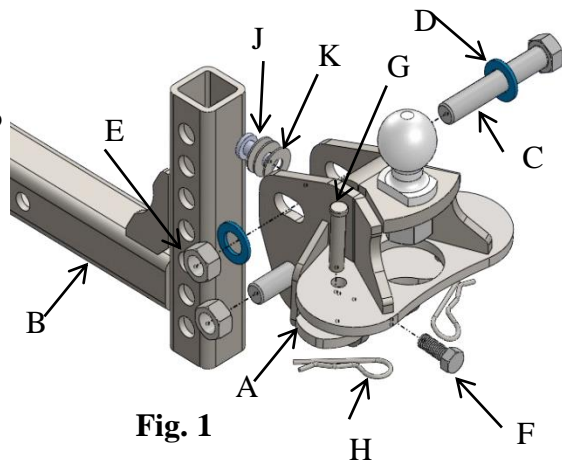

Fig. 1
• Inserte las barras de resorte dentro del montaje de la esfera (A) y asegure con pasador (G) y clip (H). Aplique un lubricante en las barras de resorte a medida que las inserta en el montaje esférico.
• Con el remolque acoplado a la esfera y el remolque en nivel de configuración (use el gato de remolque para nivelar) el ajuste del ángulo en el montaje esférico debe tener la barra de resorte 3" por debajo de la almohadilla de fricción para el sistema de 400 lb. y 4" por debajo de la almohadilla de fricción para el sistema de 600 lb. (Ver Fig. 5) Si es necesario agregue o quite arandelas (K) como aparece en la Fig. 1 para obtener la dimensión necesaria. Cada arandela agregada bajará las barras de resorte aproximadamente 5/8" a 3/4".
• Instale y apriete el perno (F) que aparece en la Fig. 1
- Retire el clip (H) y el pasador (G), fig. 1. Saque la barra de resorte de la cabeza (A).